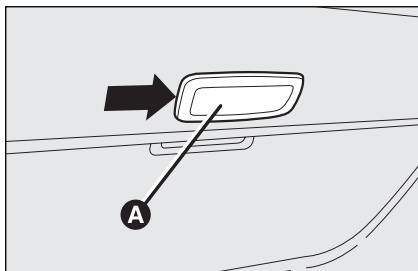

Рис. 40
- ☐ нажав по стрелке, снимите плафон **A**, **рис. 40**;